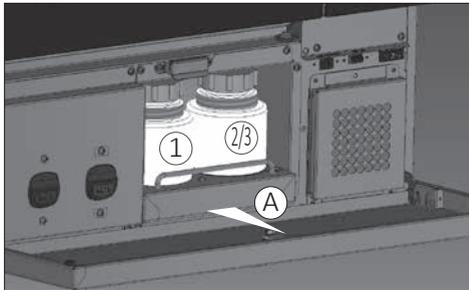

Fig. 11.1
Los depósitos de los líquidos están situados en la base de la máquina, en el interior de una puerta cerrada con llave (Fig. 11.1 y 11.2).
Depósitos para productos (Fig. 11.1 y 11.2):
- 1) Tire del cassette manualmente y extráigalo (A Fig. 11.1).